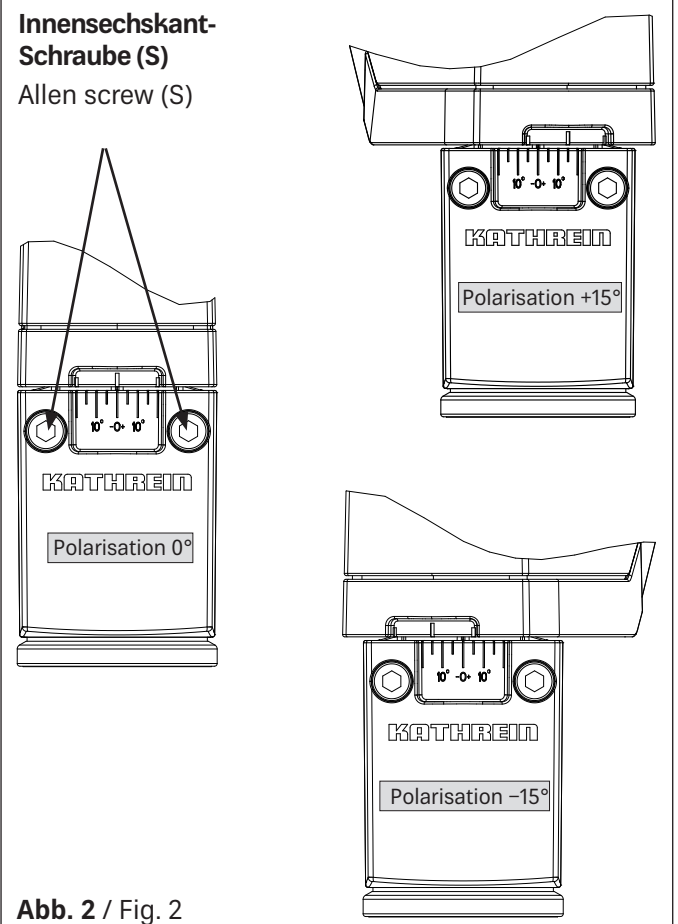

Abb. 2 / Fig. 2
Polarisations-Voreinstellung (Abb. 2)
1. Beide Innensechskant-Schrauben (S) lockern.
2. Durch Drehen des Speisesystems die Referenzmarke auf den Wert lt. Polarisations-Voreinstellungstabelle einstellen (siehe Abb. 2)
3. Die Innensechskant-Schrauben (S) gleichmäßig im Wechsel festziehen. Anzugsdrehmoment: Max. 4,5 Nm
Setting the polarisation (Fig. 2)
1. Loosen both Allen screws (S).
2. Turn the feed system to set the reference mark to the value given in the polarisation pre-setting table. (see fig. 2)
3. Tighten the Allen screws (S) evenly, alternating between both. Torque: max. 4.5 Nm